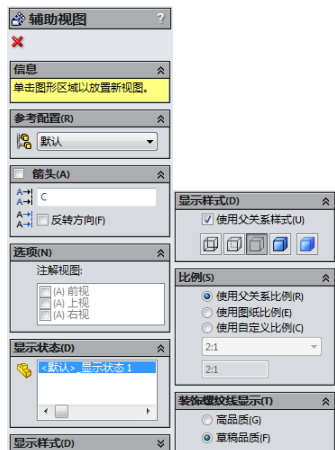

图 5-15 “辅助视图”属性管理器
- (1) 单击“工程图”工具栏中的“辅助视图”按钮，或执行“插入”→“工程图视图”→“辅助视图”菜单命令。
- (2) 选择要生成辅助视图的工程视图上的一条直线作为参考边线，参考边线可以是零件的边线、侧影轮廓线、轴线或所绘制的直线。
- (3) 系统会在与参考边线垂直的方向出现一个方框，表示辅助视图的大小，拖动这个方框到适当的位置释放鼠标，辅助视图被放置在工程图中。
- (4) 在图 5-15 所示“辅助视图”属性管理器中设置选项：